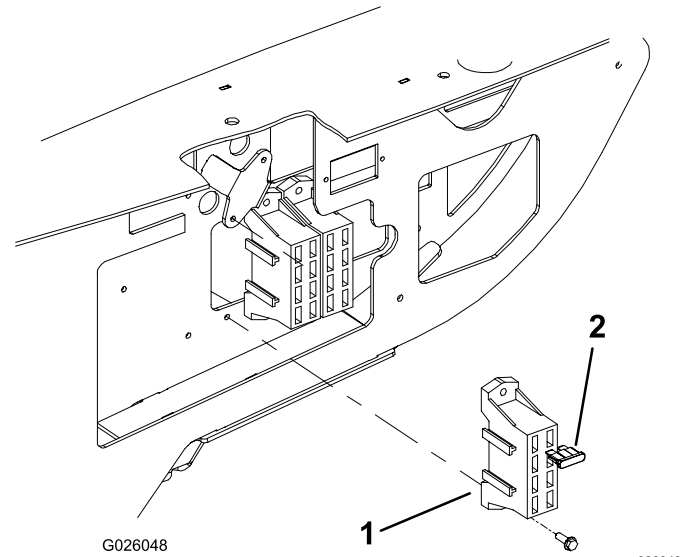

図 3
2. 図 3に示されているように、既存のヒューズブロックの隣に新しいヒューズブロックを取り付けるねじ #8 x 1/2" 2本を使用する。